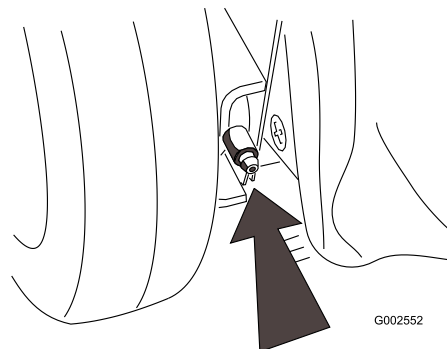

Figura 21
2. Limpie con un trapo limpio los puntos de engrase (Figura 21).